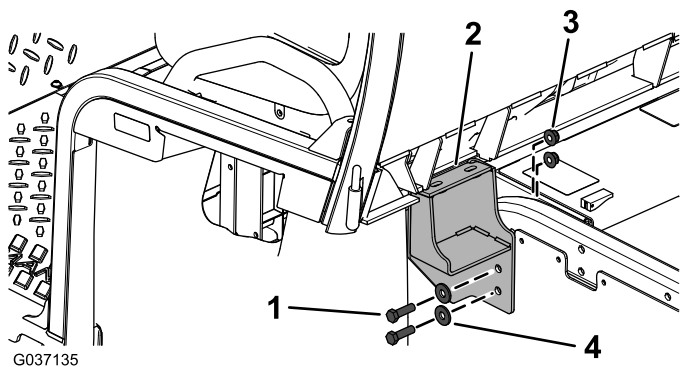

Figura 7
- Instale provisionalmente los soportes izquierdo y derecho de la cabina con pernos de cabeza hexagonal (3/8" x 1 1/4"), arandelas (3/8") y tuercas con arandela prensada (3/8"), tal y como muestra en la Figura 7.
8. Apriete los soportes izquierdo y derecho y apriete los pernos a 58 N·m, tal y como se muestra en la Figura 7.